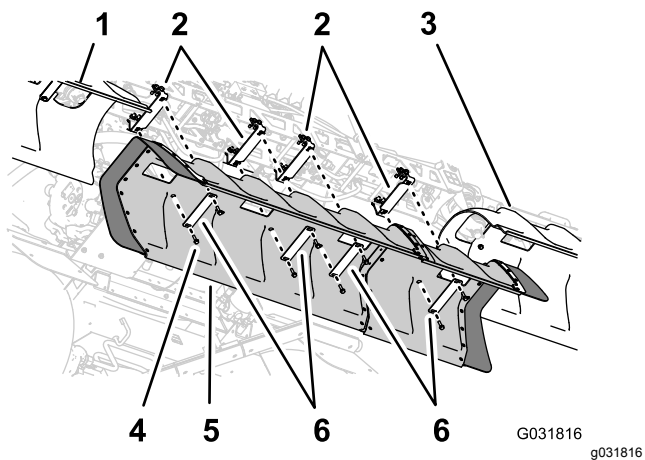

图185
1. 将中间喷洒臂段护罩上的孔与中间喷洒臂段护罩支撑托架上的孔对齐图185。
2. 将在 6 拆掉可选护罩式喷洒臂组件的中央喷洒臂段护罩11 喷嘴(页码 12)的步骤 1 中卸下的 2 条护罩箍带上的孔与护罩中的软管和 2 个支撑托架对齐图185。
4. 将 2 条护罩箍带Toro 零件号 120-0629上的孔与护罩上剩余的 4 个孔和支撑托架上剩余的 4 个孔对齐图185。
5. 使用 4 个凸缘头螺栓5/16 x 1-1/4 英寸——Toro 零件号 323-36将护罩箍带和护罩安装到支撑托架上图185。